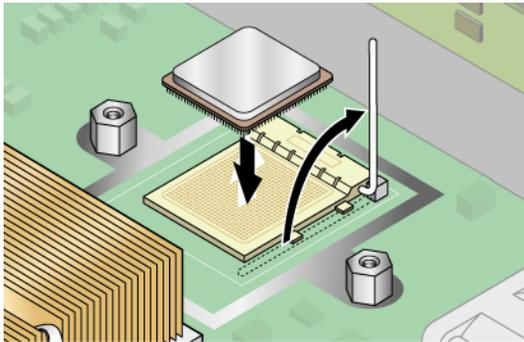

FIGURE 4-36 Installation d'une CPU dans sa fiche
2. Assurez-vous que le levier de dégagement de la fiche est en position complètement ouverte, perpendiculaire (voir FIGURE 4-36).